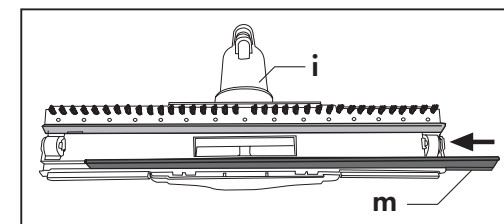

Fig. 9
- l'élément rigide (m) est utilisé pour la fonction d'aspirateur et il faut l'insérer dans la partie avant de la brosse (i) Fig. 9